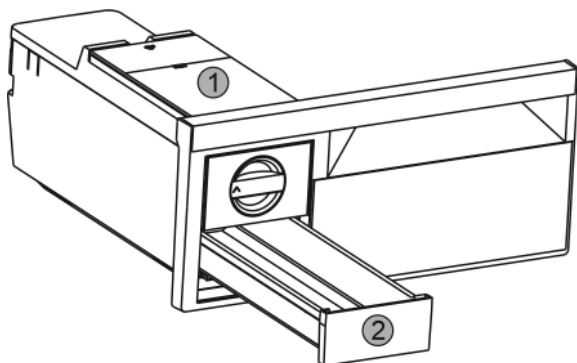

Fig. 47
- Извлечь бак для воды Fig. 47 (1) и выдвижной ящик для производства кубиков льда Fig. 47 (2).